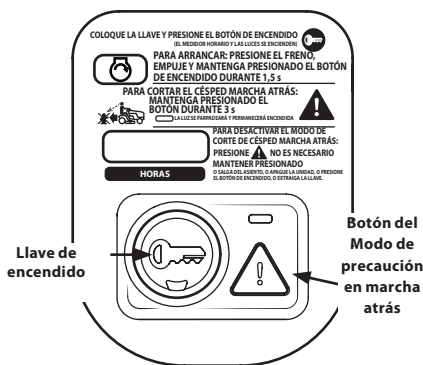

Figura 3-6
- Mantenga presionado el botón DE PRECAUCIÓN EN MARCHA ATRÁS  durante 3 segundos. La luz indicadora parpadeará durante 3 segundos y permanecerá encendida cuando se active el  MODO DE PRECAUCIÓN EN MARCHA ATRÁS. Vea la Figura 3-6.
- La luz indicadora ubicada encima del MODO DE PRECAUCIÓN EN MARCHA ATRÁS  estará ENCENDIDA mientras este modo esté activado. Vea la Figura 3-6.